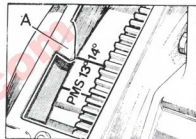

Fig. 76. Referencias del volante para la puesta a punto.
- 1.º El volante del motor lleva grabadas las referencias  $13^\circ$  y  $14^\circ$  (fig. 76) y se hará coincidir el taladro del índice de referencia con el granetazo existente en el marco de la mirilla.